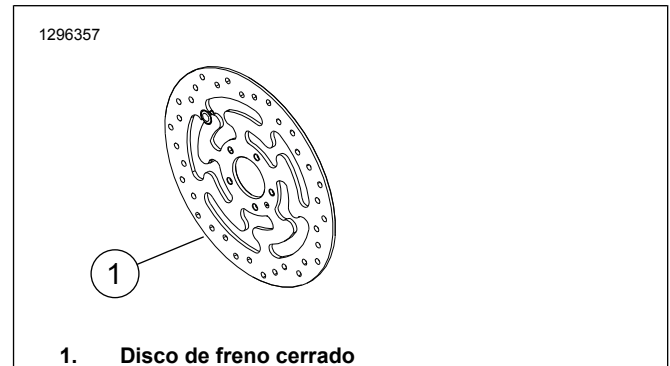

Figura 1. Estilo del disco de freno delantero
- Tornillos del disco de freno (ver Figura 1 y Tabla 1)